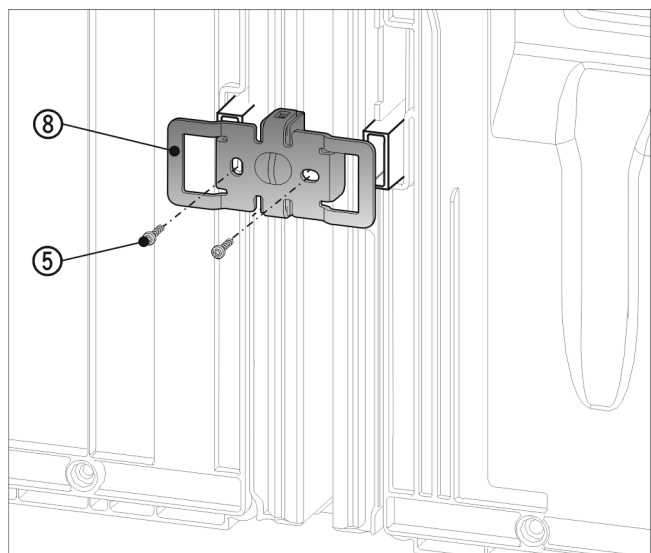

Fig. 23
- ▶ Vuelva a deslizar la escuadra Fig. 23 (8) introduciendo las entalladuras en el alojamiento de los distanciadores de pared.
- ▶ Atornillela firmemente con los 2 tornillos Fig. 23 (5).